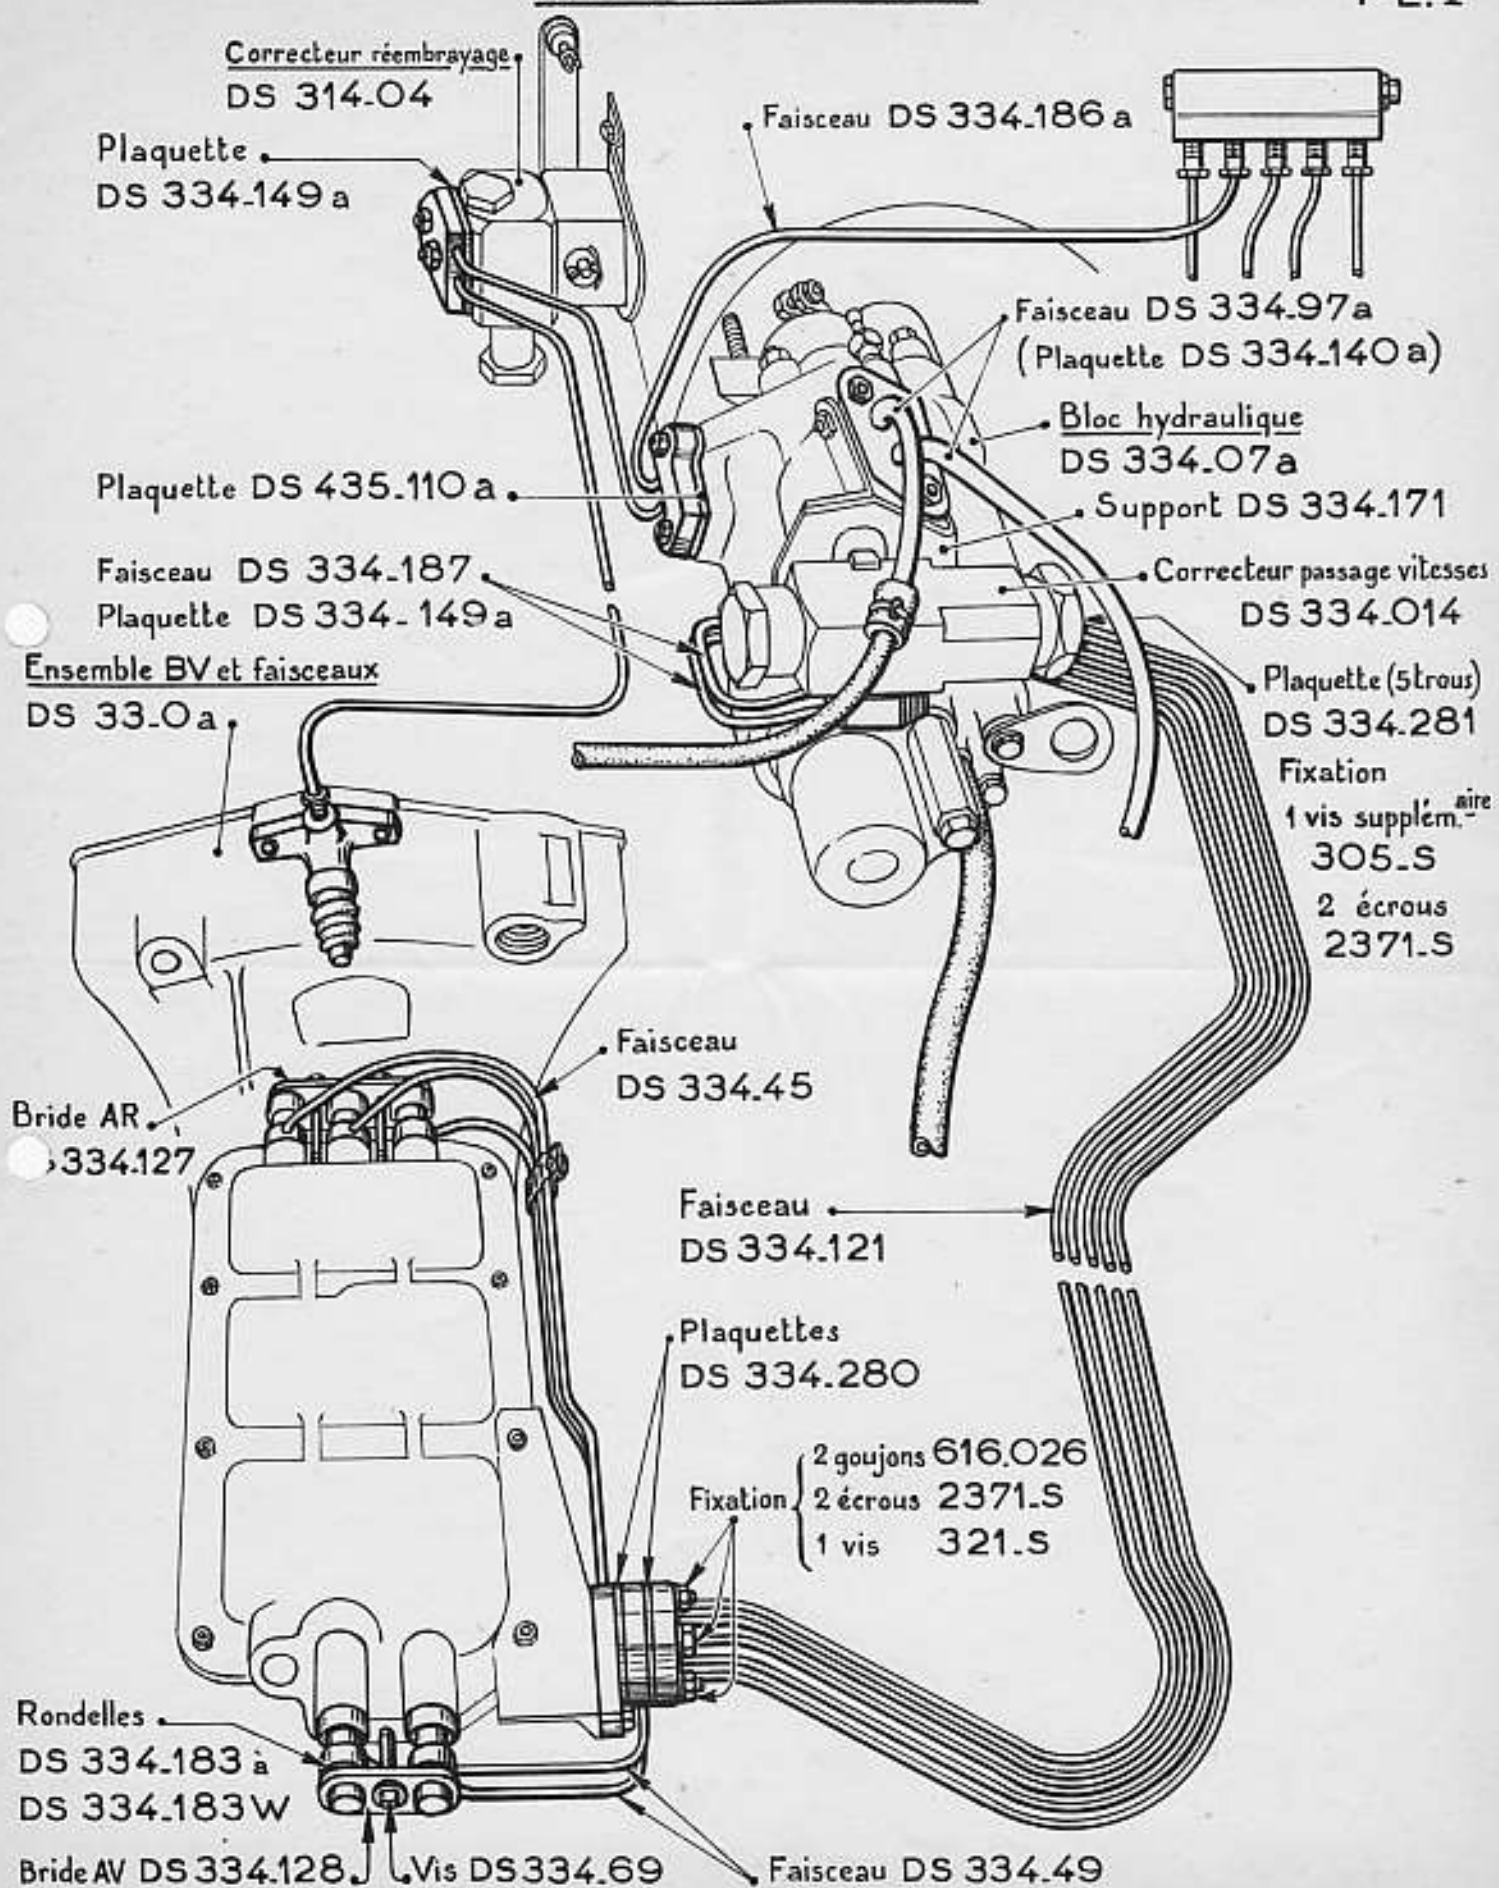

Fig. 1
- 3°) Les faisceaux montés sur le couvercle de boîte sont modifiés (voir Pl. II, fig. 1).
Montage - Les brides doivent être montées de façon que les bossages soient en appui sur les épaulements correspondants des cylindres (voir Pl. II fig 1)